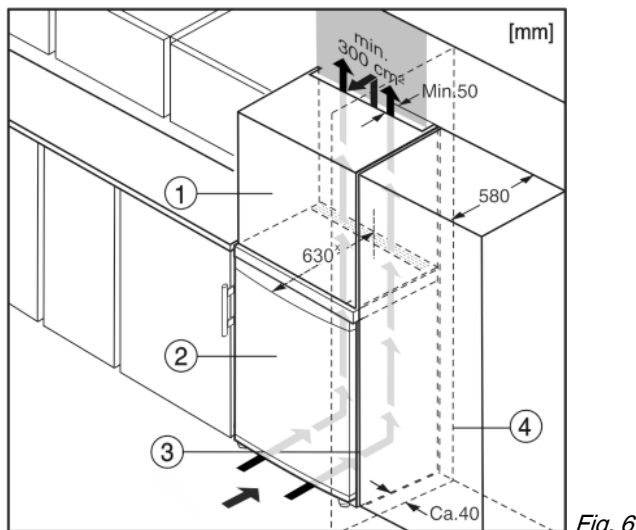

Fig. 6
Устройство может быть окружено кухонными шкафами. Чтобы уравнять устройство Fig. 6 (2) по высоте с кухонной стенкой, можно установить над устройством дополнительный шкафчик Fig. 6 (1).*
При комбинировании с кухонными шкафами (глубина макс. 580 мм) устройство можно установить непосредственно рядом с кухонным шкафом Fig. 6 (3). Устройство выступает сбоку на 34 мм* и по центру на 50 мм* относительно передней стенки кухонного шкафа.*
Если устройство установлено на шарнирах у стены Fig. 6 (4), то расстояние между устройством и стеной должно быть не менее 40 мм. Настолько выступает ручка при открытой дверце.